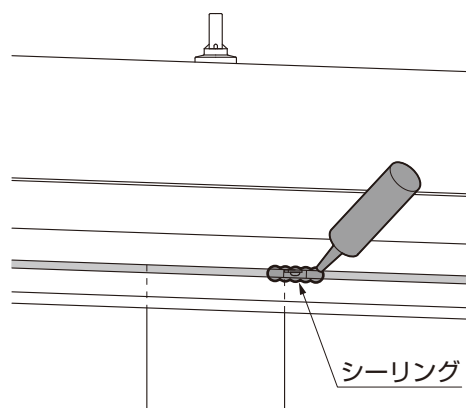

図5-4 シーリング
- ③側枠取付け金具と隙間隠し材のすき間に、シーリングしてください。（図5-4参照）